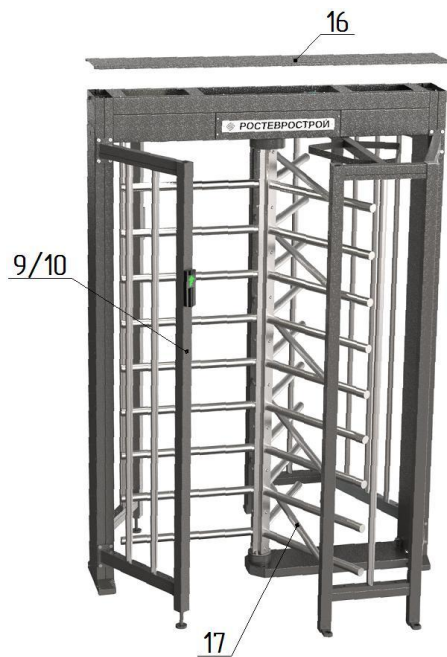

Рис. 6
- закрепите элементы конструкции к полу фундаментными болтами (рекомендуемый размер болт М10, длина 100...120мм). Лицевые решетки крепить к полу после установки горизонтальных трубок **17** ограждения (рис. 6).
6.2.5. Окончательная сборка (рис.6, 7):